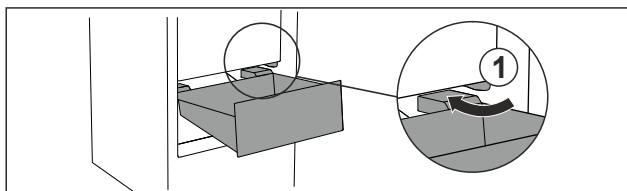

Fig. 101
- ▶ Zásuvku ved'te šikmo podél zářežek Fig. 101 (1).